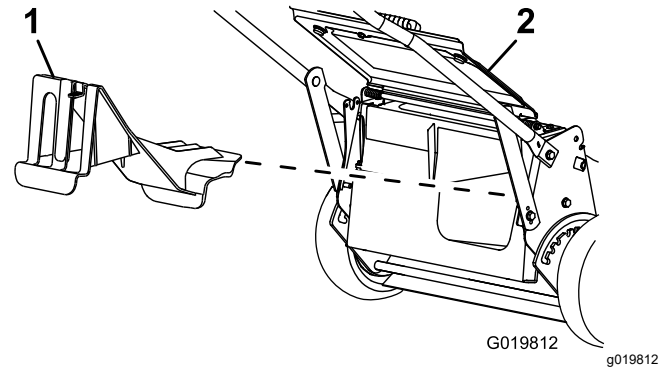

Figura 21
- Si el tapón de descarga trasera no está instalado, sujételo por el asa, eleve el deflector trasero e introdúzcalo en el conducto de descarga trasera hasta que el enganche encaje en su sitio; consulte Figura 21.
- Retire el tapón de descarga trasera presionando hacia abajo sobre el enganche con el dedo pulgar y extrayendo del tapón de la máquina (Figura 21).